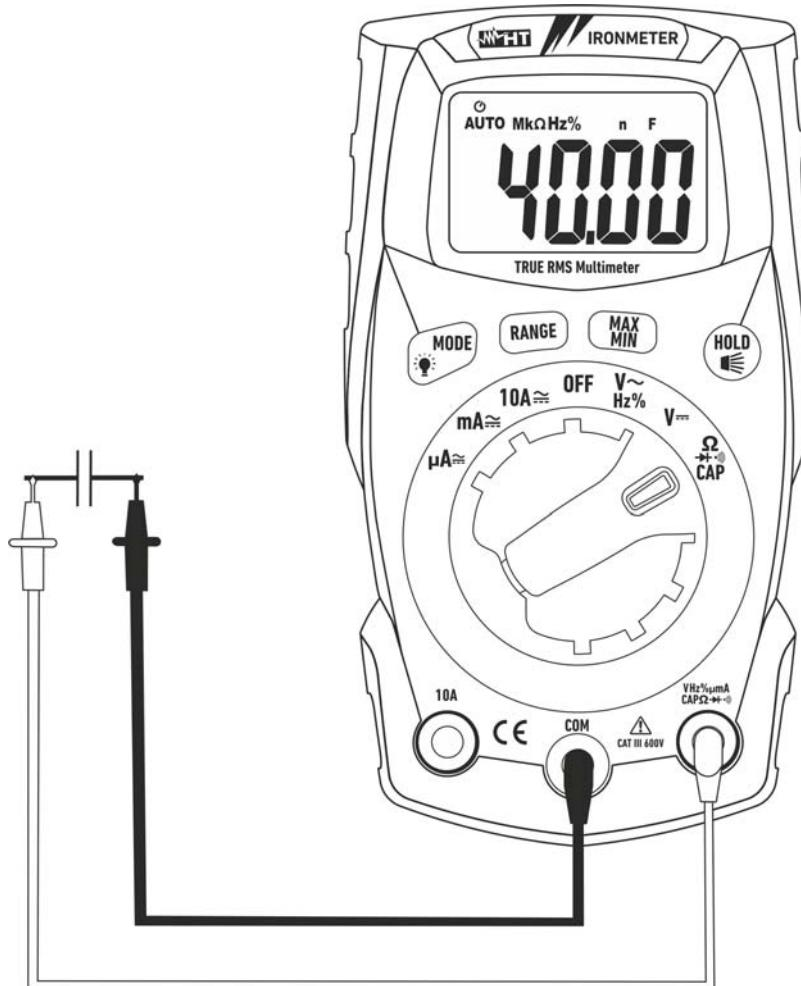

Abb. 7: Verwendung des Gerätes für Kapazitätssmessung
4. Verbinden Sie die Messleitungen mit den beiden Enden des zu messenden Kondensators und dabei achten Sie, wenn nötig, auf die positive (rotes Kabel) und negative (schwarzes Kabel) Polarität (siehe Abb. 7). Der Kapazitätswert erscheint auf dem Display.